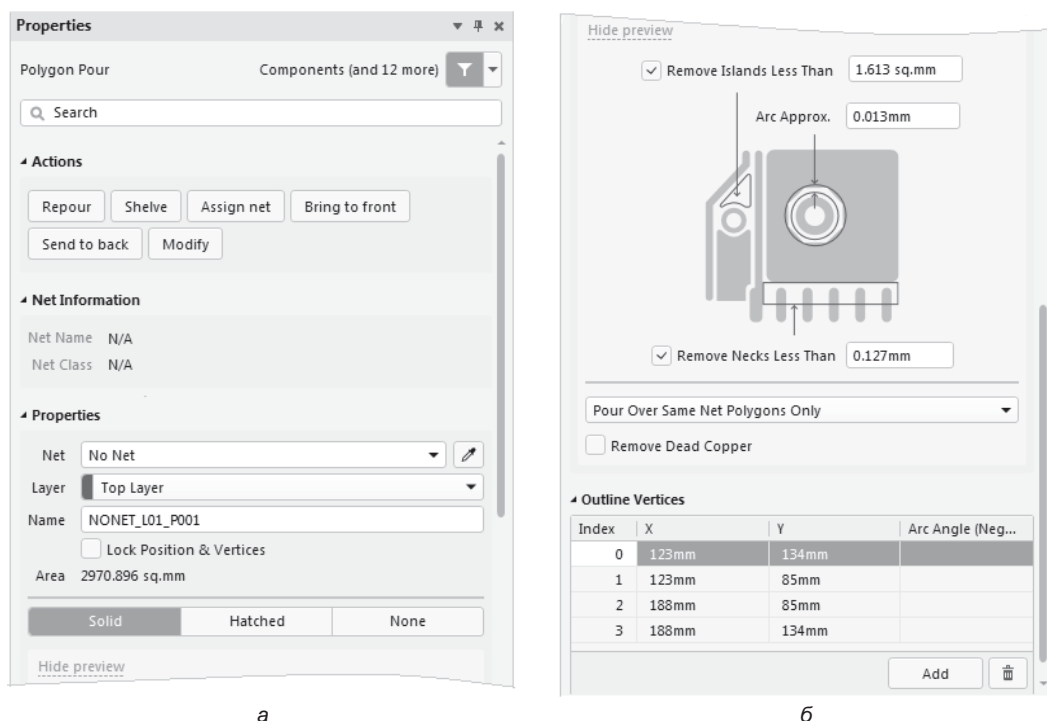

Рис. 7.16. Настройки полигона типа Polygon Pour
1. В активном документе печатной платы выполнить команду главного меню **Place | Polygon Pour** — активизируется панель **Properties** в режиме настройки свойств полигона **Polygon Pour** (рис. 7.16, *a*).
- в лежащем ниже поле просмотра, в зависимости от выбранного вида заполнения, располагается графическая иллюстрация ожидаемого результата и поля управления параметрами заполнения (рис. 7.16, б):
- в поле настройки стиля обтекания полигоном цепей выбрать вариант (см. рис. 7.16, б):